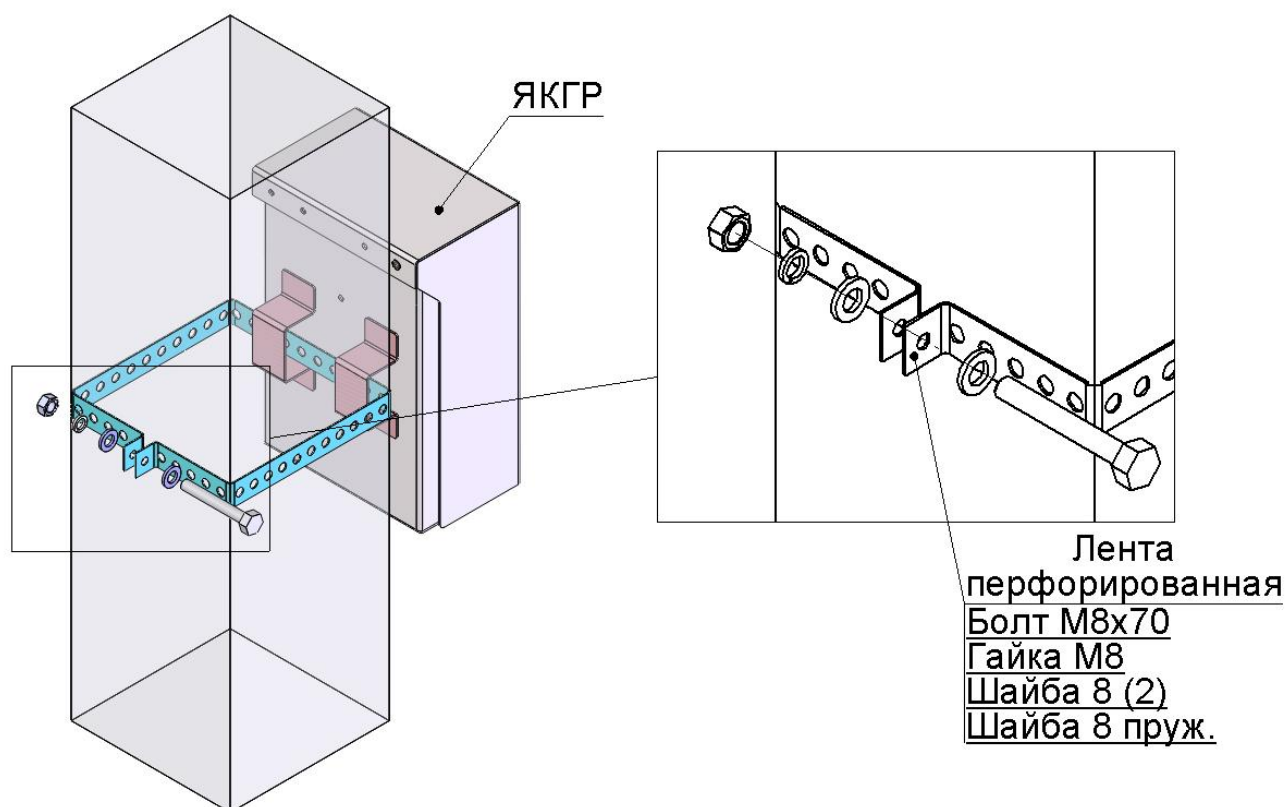

Рис. 3 Крепление ЯКГР на столб
- на столб (рис.3) с помощью комплекта крепления на столб (поставляется по требованию заказчика).